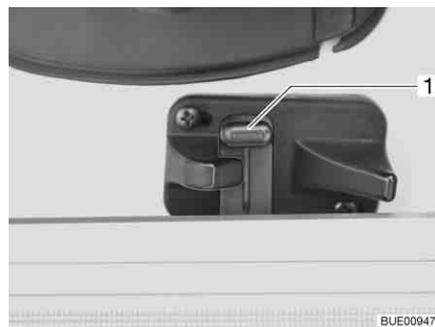

Bild 33 Verriegelung in Tür
- Den Entriegelungshebel (Bild 33,1) zurückschieben.
- Insektenschutztür öffnen und in der Eingangstür verriegeln (Bild 33).